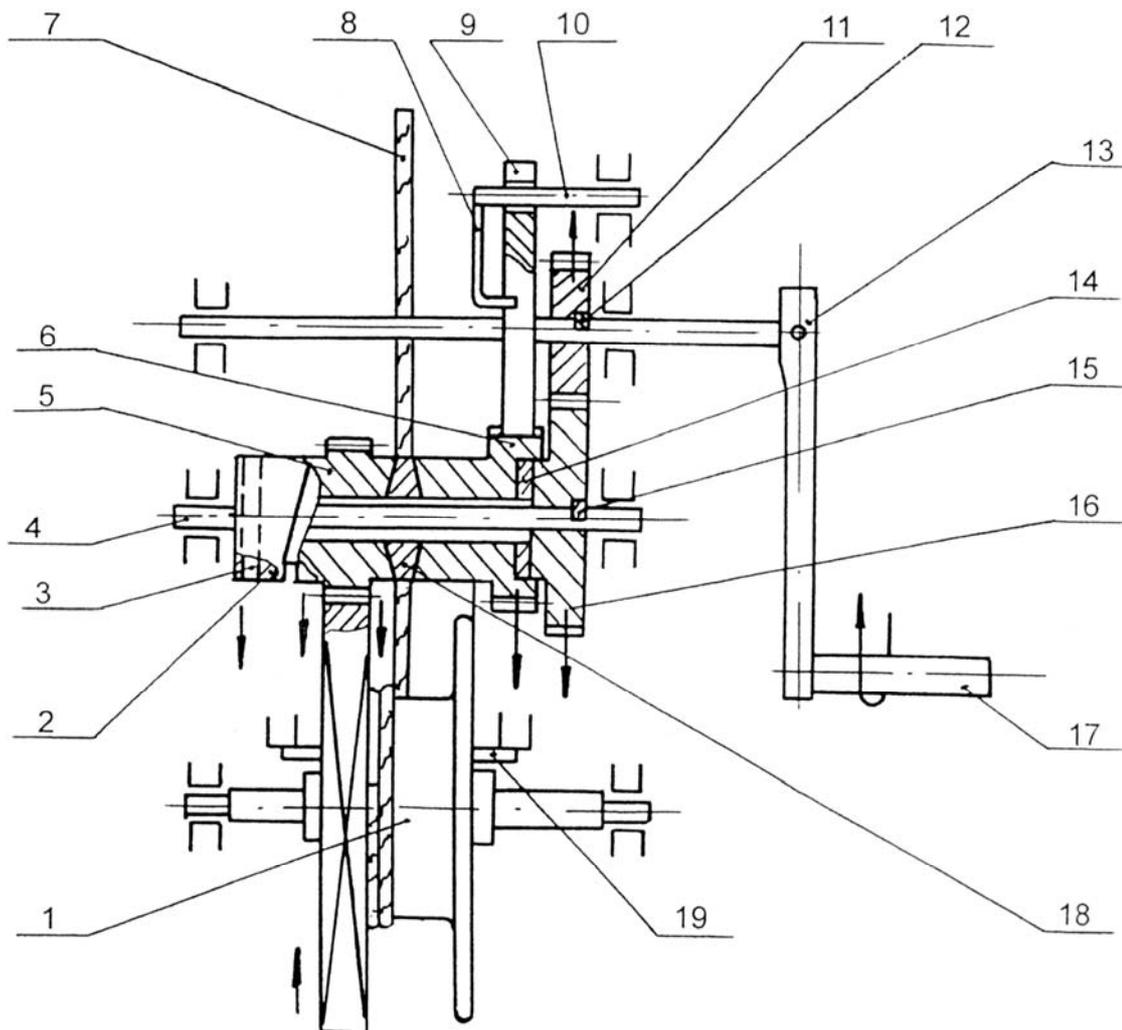
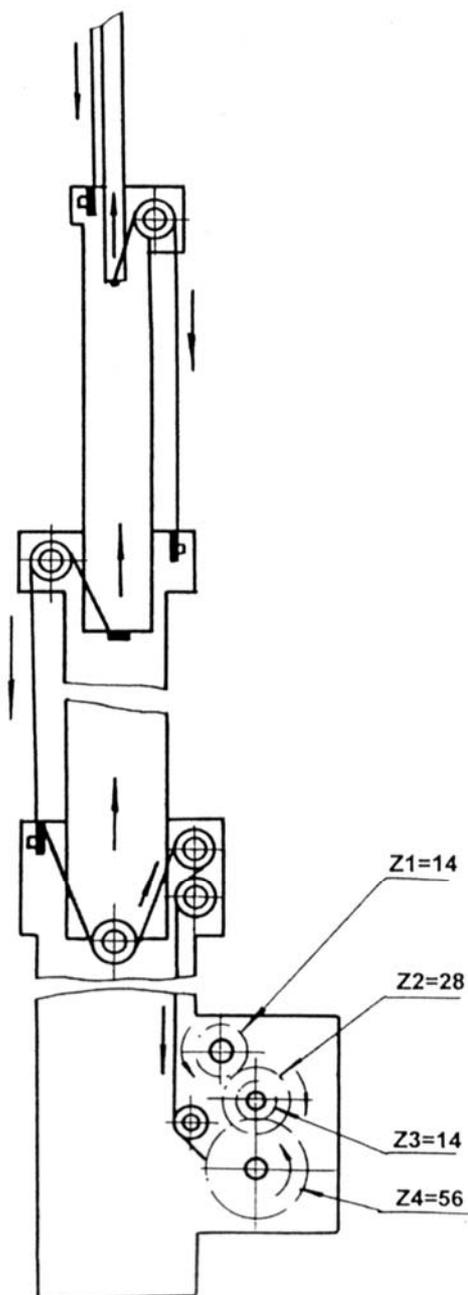
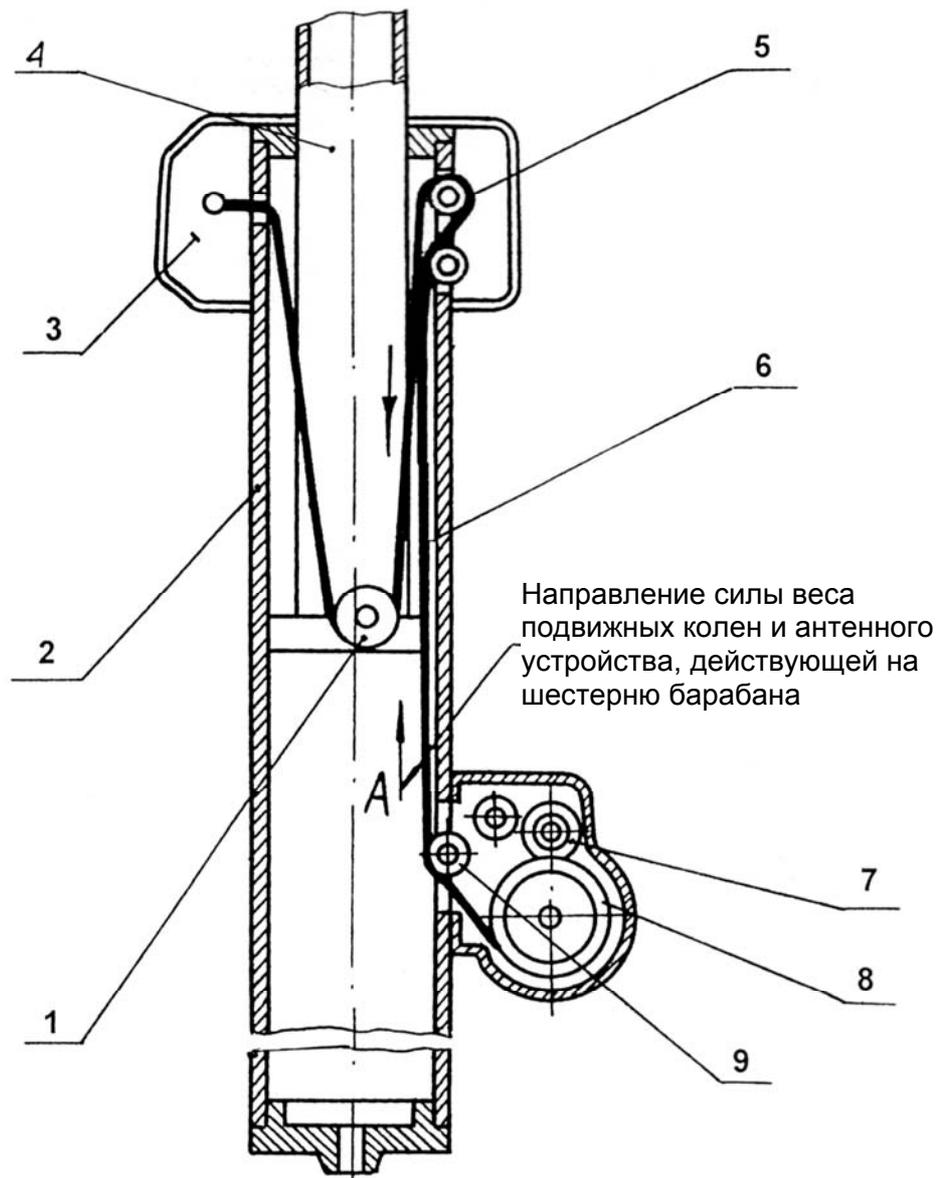

Рис. 9 – Схема механизма лебедки
Рис.11 – Кинематическая схема телескопической мачты
Рис.12 – Схема соединения троса второго колена с первым коленом и барабаном лебедки
Механизм лебедки, схема которого приведена на рис. 9, состоит из следующих основных частей:
- шестерни (см. рис. 9), которая составляет одно целое с барабаном 1, на который наматывается трос;
При развертывании мачты рукоятка 17 вращается по часовой стрелке (см. рис. 9), при этом шестерня 11 передает вращение шестерне 16 и специальной гайке 2, которая жестко закреплена на оси 4 с шестерней 16. Так как в специальной гайке на торце имеется винтовой выступ, а на шестерне 5 соответствующая винтовая впадина, то с началом вращения, гайка, упираясь своим винтовым выступом в винтовую впадину шестерни 5, сдвигает последнюю вправо. При этом шестерня 5 приводит в сцепление с
В результате получается одновременный подъем всех колен (рис. 11). Собачка 9 (см. рис. 9) при развертывании мачты постоянно соприкасается с зубьями храпового колеса 6, вследствие чего в механизме лебедки прослушиваются характерные щелчки.
Если при развертывании мачты прекратить вращение рукоятки, то усилие, прикладываемое к рычагу лебедки и передаваемое на шестерню 5 заменит сила, состоящая из веса поднимаемой части мачты и веса антенного устройства. Эта сила будет действовать на зубья шестерни барабана 1 по стрелке «А» (рис. 12) и не позволит шестерни 5 (см. рис. 9) выключиться из фрикционного зацепления. Так как храповое колесо 6 будет зажато, то оно не даст возможности поворачиваться фрикционному тормозу благодаря собачке 9 (см. рис. 9), которая упрется во впадину храпового колеса 6, и механизм лебедки вращаться не будет.
При свертывании мачты рукоятка 17 (см. рис. 9) вращается против часовой стрелки, вследствие этого весь механизм вращается в сторону, противоположную указанной стрелками. Специальная гайка 2 вершиной своего винтового выступа подходит к срезу винтовой впадины на шестерне 5. Между специальной гайкой 2 и шестерней 5 создается зазор величиной 0,2...0,4 мм (рис. 13).
Так как шестерня 5 (см. рис. 9) сидит свободно на оси 4, то она передвинется влево по этой оси и фрикционное сцепление прекратится. Шестерня 5 начнет вращать шестерню с барабаном 1. С последнего будет сматываться трос. Одновременно с этим под действием собственного веса всех подвижных коленьев и антенного устройства коленья начнут входить одно в другое до тех пор, пока не сойдутся хомуты на них. После схождения хомутов вращение рукоятки прекратится. Палец 19, перемещаясь в пазу барабана 1, упирается в выступы корпуса и ограничивает вращение рукоятки при свертыва-
Если при свертывании мачты прекратить вращение рукоятки, то сила «А» (см. рис.12), действующая на трос при разворачивании и свертывании мачты в одну и ту же сторону, заставит весь механизм лебедки поворачиваться в обратную сторону. Благодаря давлению зубьев шестерни барабана 1 (см. рис. 9) на зубья шестерни 5, последняя под действием винтового выступа сдвинется вправо и получится фрикционное сцепление. Собачка 9, упиравшись во впадину храпового колеса 6, не даст возможности поворачиваться всему фрикционному тормозу, и механизм лебедки вращаться не будет. В результате этого самостоятельного опускания мачты не произойдет.